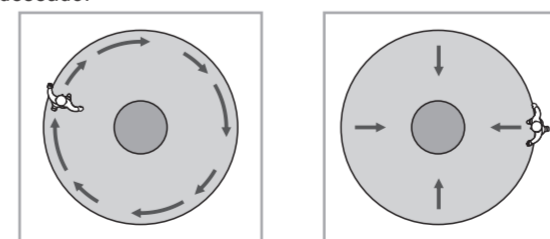

FIG. 19
- 5.3.4 Camine desde el exterior hacia la zona de cobertura de detección de forma directa o indirecta, hasta que el LED y la carga se conecten durante 2 s (véase FIG. 19).